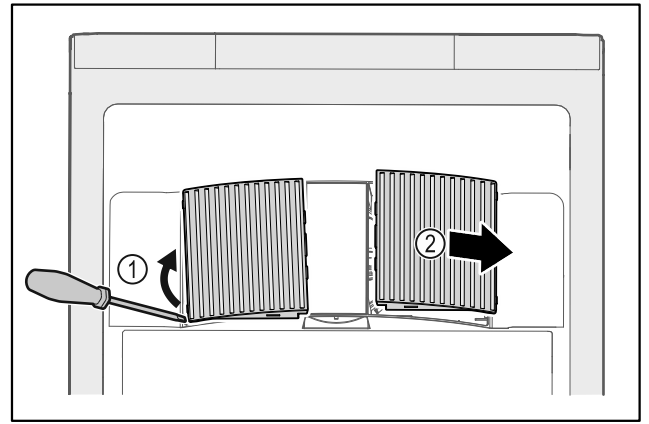

Fig. 171
- ▶ Extraire par un mouvement de levier les caches latéraux Fig. 171 (1) vers l'avant Fig. 171 (2).